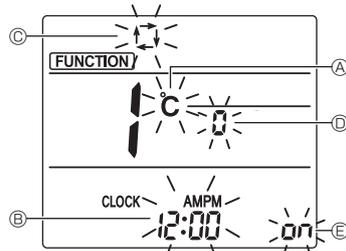

Fig. 6-10
- Vergewissern Sie sich, dass Funktion Nr. "1" angezeigt wird und drücken Sie die **SET**-Taste ③. Der Anzeige-Einstellungsbildschirm erscheint. (Fig. 6-10)